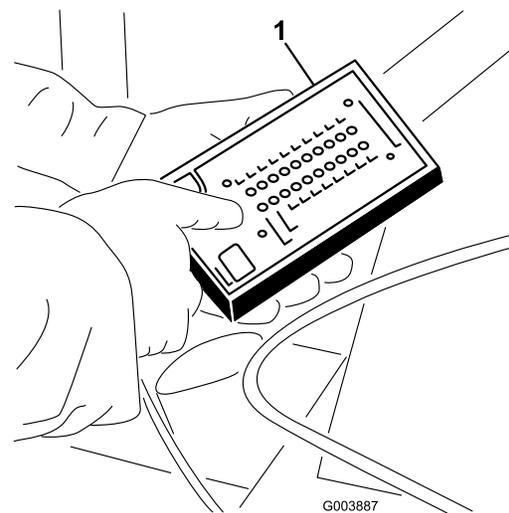

Figure 39
5. Branchez le connecteur de l'affichage de diagnostic ACE au connecteur du faisceau de câblage (Figure 39).